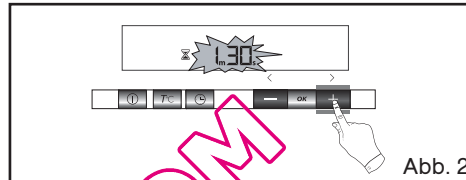

Abb. 2
- Die gewählte Zeit durch Drücken der Tasten + oder - einstellen (max. 59 Minuten und 50 Sekunden) (Abb. 2).
- Die Anzeige zeigt "LCD OFF" an (Abb. 2).